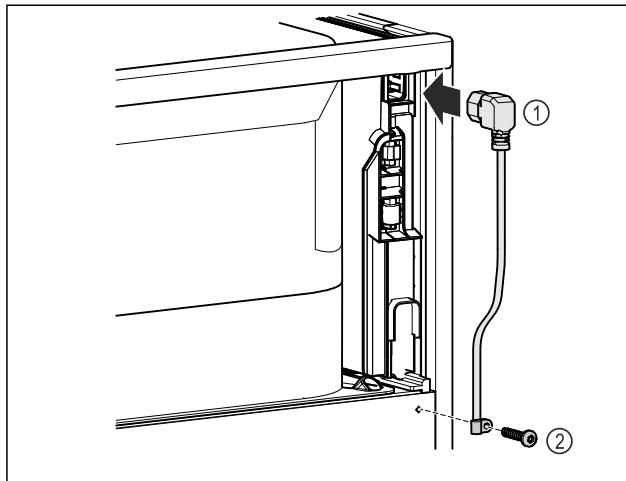

Fig. 13
► Introduceți mușa pentru puteri mici de la conductorul de racord la rețea Fig. 13 (1) pe partea posterioară a aparatului.
► Montați siguranța antismulgere. Fig. 13 (2)